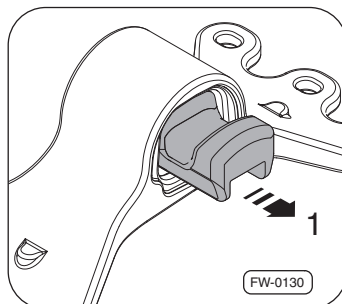

Fig. 40 · Retirer les silent-blocs
3. Extraire latéralement du sabot d'appui les silent-blocs ⇒ Fig. 40 des deux côtés – flèche 1 – et les contrôler.